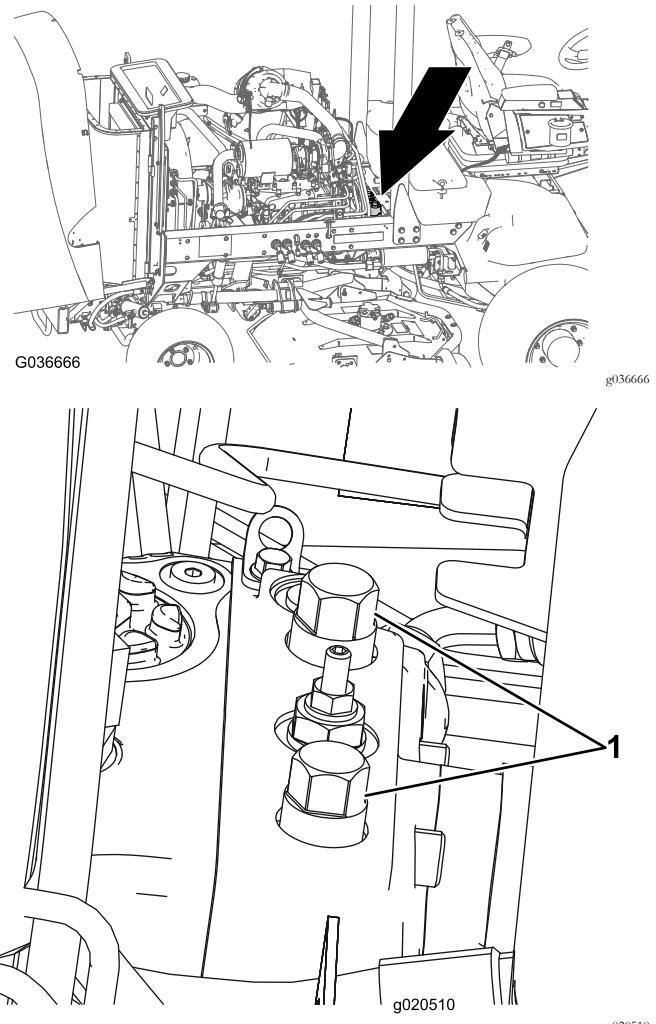

Figura 26
1. Abra o capot e localize as válvulas de distribuição (Figura 26) na parte superior da bomba, por detrás das caixas da bateria/armazenamento.